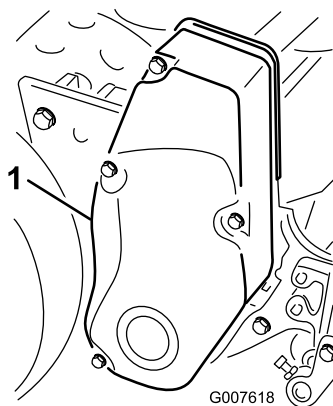

Figura 28
1. Togliete i dispositivi di fissaggio del copricinghia e il copricinghia per accedere alla cinghia (Figura 28).